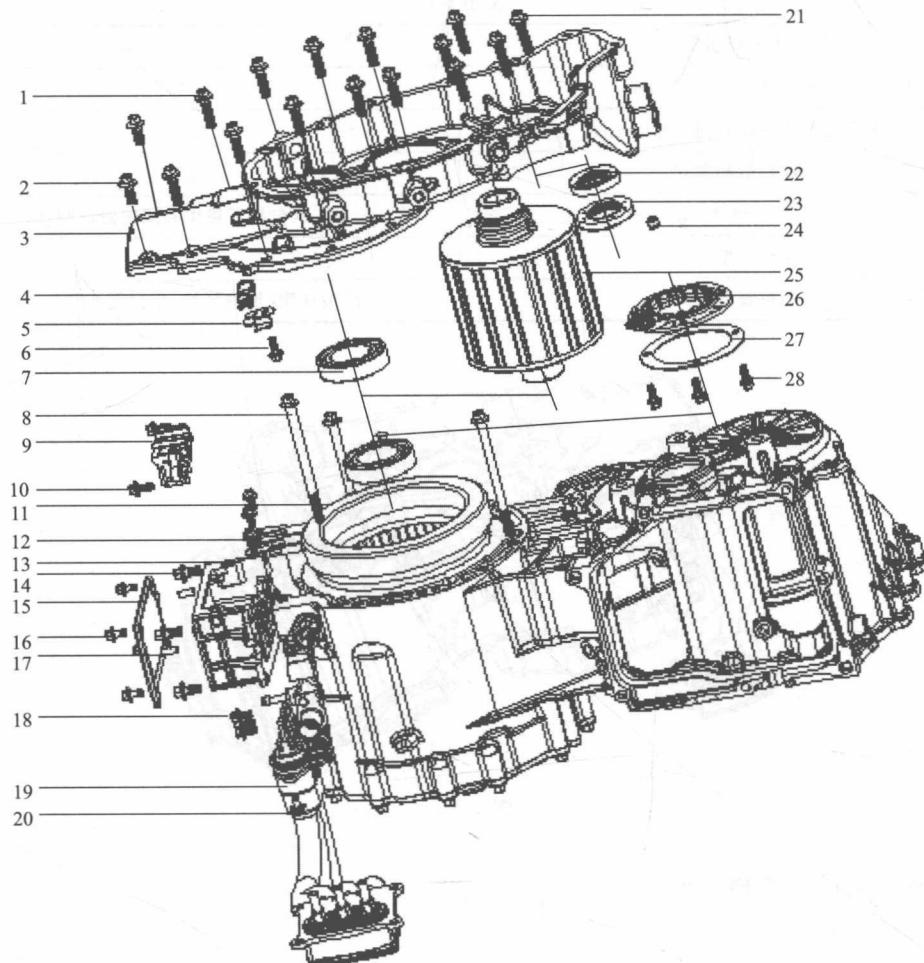
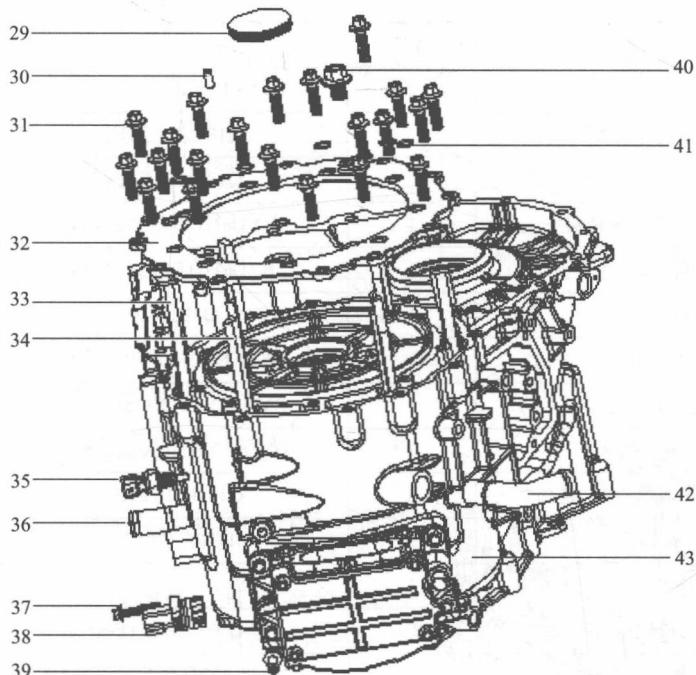

图 1-1-2
图 1-1-3
(1) 驱动电动机结构 (图 1-1-2、图 1-1-3、表 1-1-2)